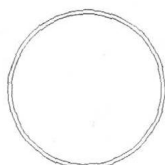

图 1-2
①指定圆的圆心或[三点 (3P)/两点 (2P)/相切、相切、半径 (T)]: 在屏幕上任取一点。②指定圆的半径或[直径 (D)]: 100↵。
①指定偏移距离: 5↵。②选择对象: 选择圆↵。③指定点以确定偏移所在一侧: 在其外侧一点处单击。如图 1-2 所示。